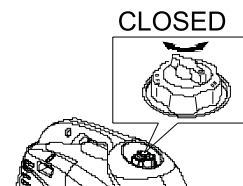

Рис. 24
4. Переключите вентиляционный клапан крышки топливного бака в положение «**OFF**» (Рис. 24).